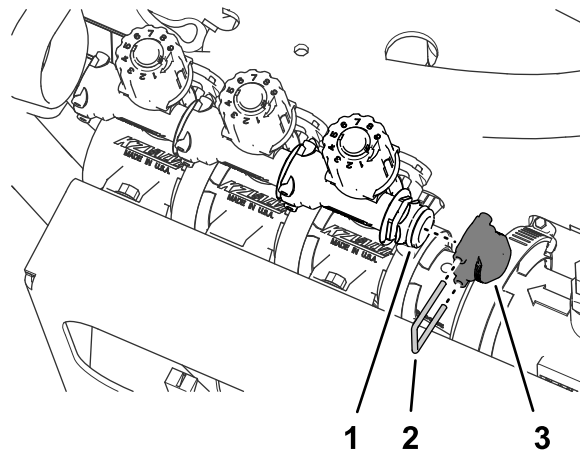

Figure 65
3. Retirez l'étrier qui fixe l'obturateur au raccord rapide de la soupape de dérivation, et déposez l'obturateur (Figure 65).